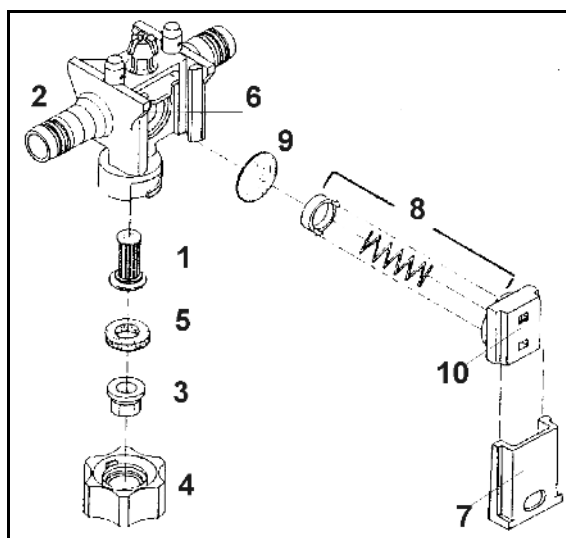

Fig. 204
- Rengør slangefiltrene (Fig. 204/1) hver 3.-4. måned alt efter anvendelsesforholdene.